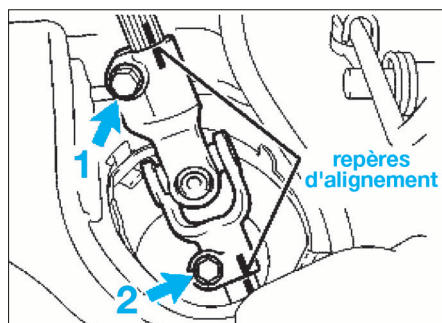

FIG. 7
- Dans l'habitacle, tracer des repères sur le joint de cardan et sur l'arbre intermédiaire de la colonne de direction (fig. 7).